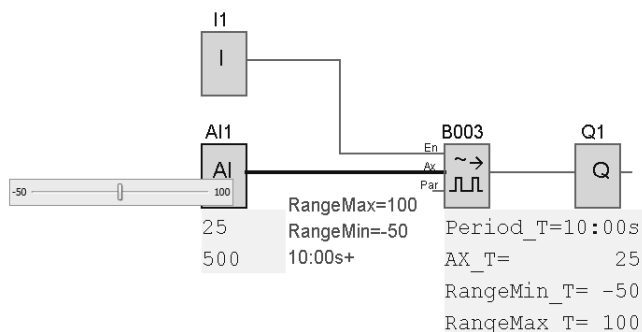

Рис. 9.21. Коммутационная схема
- Собрать коммутационную схему, показанную на рис. 9.21.
10. Какому реальному значению физической величины будет соответствовать ширина прямоугольного импульса в 2,5 с для схемы на рис. 9.21?